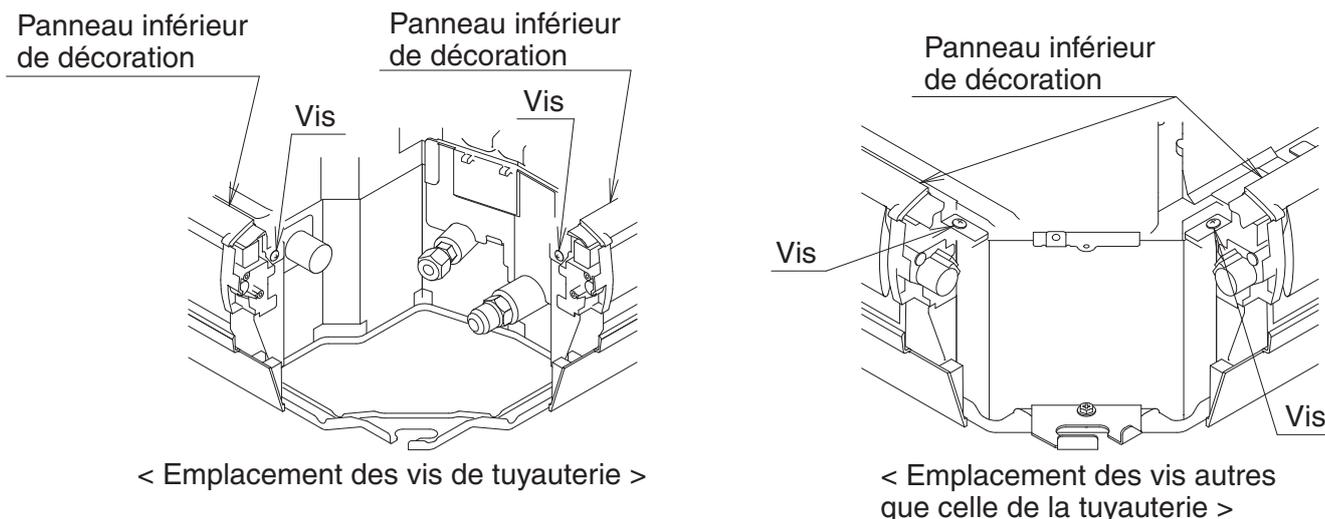

Fig. 14
- * Si le matériel de blocage est difficile à insérer, desserrez la vis de gauche et de droite du panneau de décoration inférieur et insérez-le. Veillez à serrer les vis desserrées à nouveau après que le matériel de blocage soit fixé. **(Reportez-vous à la Fig. 14)**